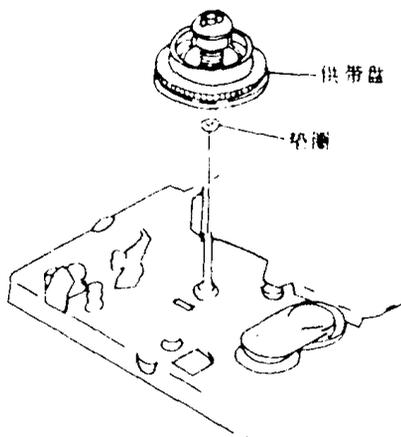

图 1-31
②拆卸张力臂和张力带[参见(8)]。
③拉出供带盘,如图 1-31 所示。